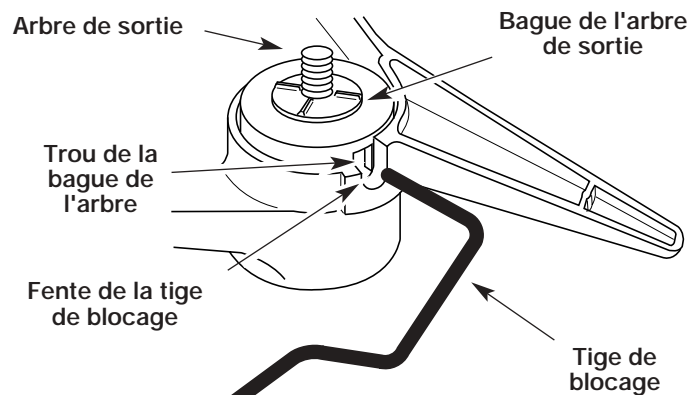

Fig. 8
1. Alignez le trou de la bague de l'arbre avec la fente de la tige de blocage, puis insérez la tige dans le trou de la bague (Fig. 8).
6. Alignez le trou de la bague de l'arbre avec la fente de la tige de blocage, puis insérez la tige dans le trou (Fig. 8).
5. Alignez le trou de la bague de l'arbre avec la fente de la tige de blocage, puis insérez la tige dans le trou (Fig. 8). Vissez l'accessoire de coupe à droite sur l'arbre de sortie. Vissez bien